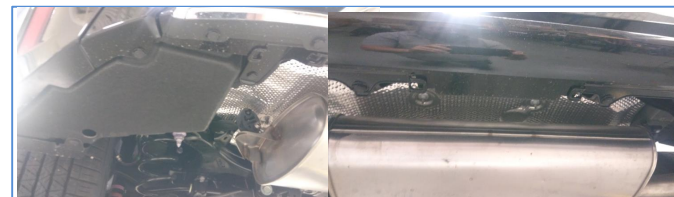

Figure 2
- 2a. Enlever le carénage inférieur** - À l'aide d'un tournevis à lame plate, retirer les rivets-poussoirs du carénage inférieur. Ils sont situés sur les côtés conducteur et passager avec le reste près du centre du carénage. Voir la Figure 2.
2a. Enlever le carénage inférieur - À l'aide d'un tournevis à lame plate, retirer les rivets-poussoirs du carénage inférieur. Ils sont situés sur les côtés conducteur et passager avec le reste près du centre du carénage. **Voir la Figure 2.**